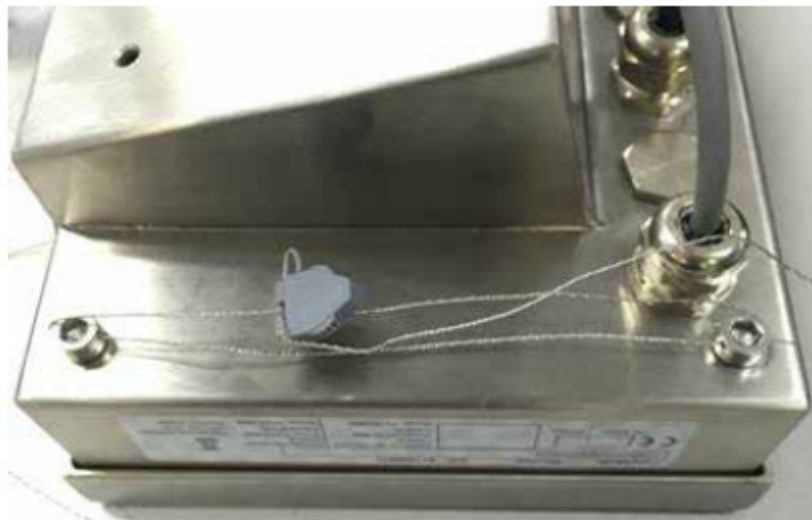

Figura 2-16: Método de Vedação
Os detalhes da vedação de cabos do IND256x são mostrados na Figura 2-16. O procedimento é o seguinte:
2. Passe o fio de vedação através de dois parafusos de vedação adjacentes e, em seguida, fixe o retentor de vedação como mostrado na Figura 2-16.